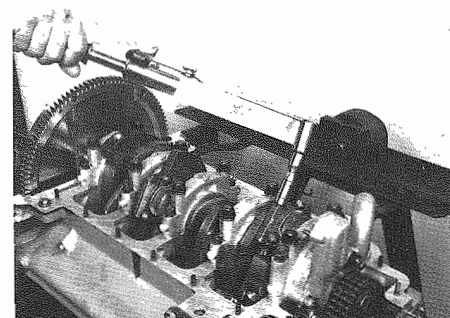

Fig. 130 - Serrare alla coppia prescritta
- Serrare alla coppia prescritta (vedi pag. 1-7) (**Fig. 130**); montare le bielle riferendosi all'ordine di smontaggio seguito a pag. 1-32.
- Tighten at the given tightening torque (see page 1-7) (**Fig. 130**); reassemble the con-rod, referring to the disassembly sequence followed at page 1-32.